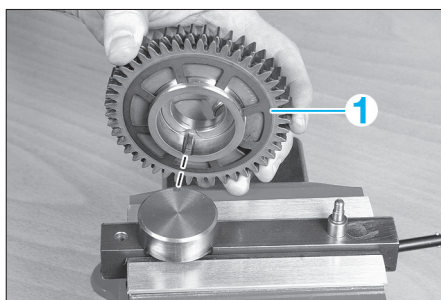

FIG. 69
- Placer le pignon à rattrapage de jeu (1) sur le socle de l'outil (Mot. 1773) en engageant la clavette du pignon dans la rainure du socle pour bloquer le moyeu du pignon en rotation (fig. 69).